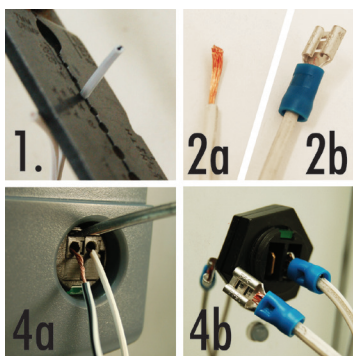

Fig.3 Connexion des câbles basse tension
2. Reportez-vous à la figure 3 pour plus d'informations :